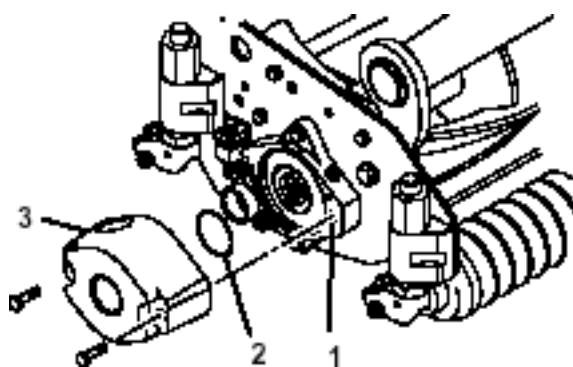

図 7
3. 大きなOリングにグリスを塗り、カッティングユニット両側のベアリングハウジングの溝にそれぞれ取り付ける（図7 & 10）。
4. 各カッティングユニットにカウンタウェイトを取り付ける（図7：付属のキャップスクリューを使用する）。
ターフ補正スプリング (図 7) は、キャリアフレームとカuttingユニットをつないでおり、前後の揺れの大きさを調整する働きと、移動走行中や旋回動作中の地上高の調整を行っています。
1. スプリングロッド後部のロックナットを締めて、すきま (C) を 25 mm とする (図 7)。
2. スプリングロッド前部の 6 角ナットを締めて、スプリング (圧縮状態) の長さ (A) が 203 mm になるようにする (図 7)。
注：ラフで使用する時やアンジュレーションの大きなフェアウェイを刈る時は上記の圧縮長さ (A) を 216 mm とし、スプリング ブラケット後部とワッシャ前面のすきま (C) を 38 mm としてください (図 7)。